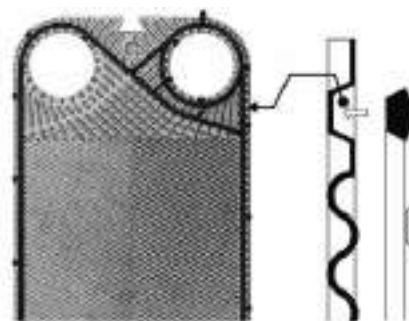

Fig.6
- 4) Desserrez tous les écrous dans un ordre diamétralement opposé (Fig. 6). Reculez le plateau mobile en le tirant en arrière et enlevez les plaques une par une en faisant attention de ne pas les endommager. Attention, le bord des plaques est coupant, portez des gants de protection.
Positionnez le joint sur la plaque (Fig.6) en orientant les canaux détecteurs de fuite "A" vers le haut, puis logez tous les Plug-in® dans leurs logements (Fig.7). Assurez-vous que le joint est bien logé dans la rainure et retournez la plaque pour vérifier que tous les Plug-in® sont en place.